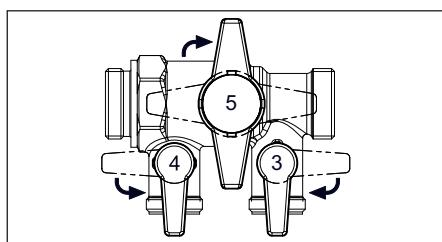

Fig. 6.10 Ensemble de remplissage et de rinçage
- Fermer le robinet à tournant sphérique (5) au milieu de l'ensemble de remplissage et de rinçage (fig. 6.10).
- Ouvrir le robinet de remplissage (3) et le robinet de vidange (4) de l'ensemble de remplissage et de rinçage (fig. 6.10).